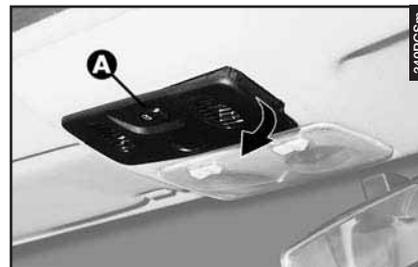

fig. 132
– Facendo leva nel punto indicato dalla freccia rimuovere la mostrina con interruttore (**A-fig. 132**).